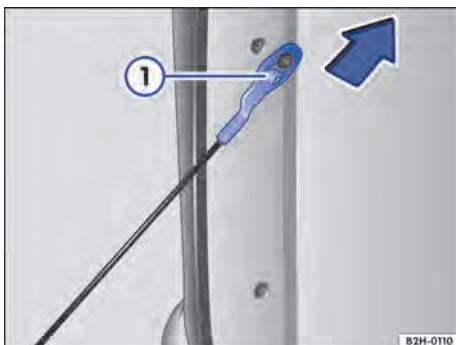

Fig. 25 Desprender os cabos de sustentação da tampa do compartimento de carga.
- Pressionar a lingueta de segurança → Fig. 25 ① para baixo.
- Puxar o cabo de sustentação ao contrário da direção da seta → Fig. 25 até o batente. O cabo de sustentação está completamente preso quando a lingueta de segurança "engata" na sua posição inicial.